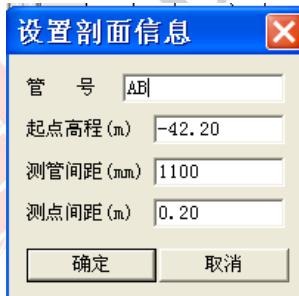

图 4.24 测面参数设置
**修改剖面参数：**选择此项，弹出图 4.24 所示窗口，用户可以修改当前测面的参数，用户在菜单或工具栏的参数设置中也可以对测面的参数进行设置。